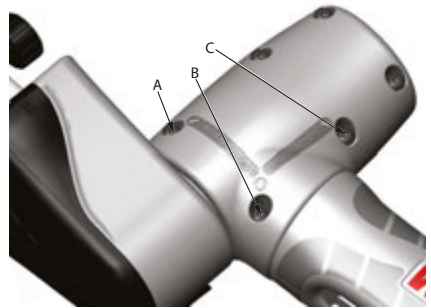

Fig. 4
2. Solte os parafusos de cobertura M4 "A" e "B": (Veja a Fig. 4)
2. Solte os parafusos de cobertura M4 "B" e "C": (Veja a Fig. 4)